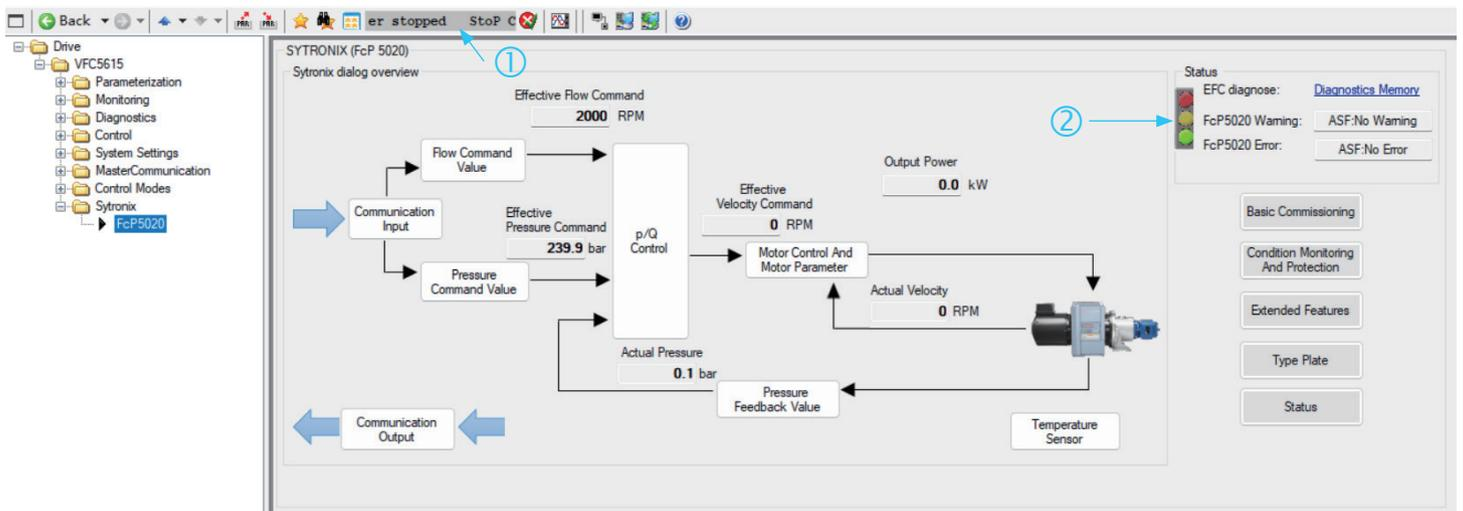

图 80: 诊断
2. 检查诊断消息（请参见 图 80: 诊断）。
- 轴状态（变频器状态）①
- FcP 5020（ASF）状态②